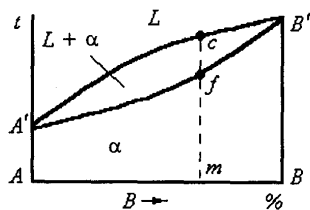

Рис. 24
59. Каким отрезком определяется концентрация компонента А в точке m диаграммы состояния (рис. 24)?